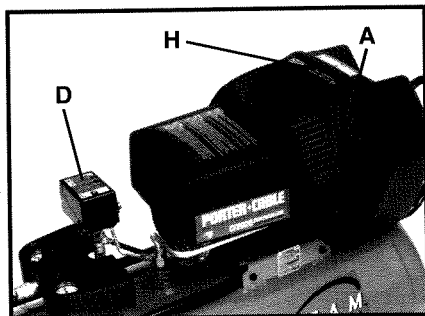

Fig. 1
**Pompe du compresseur d'air (A) Fig. 1 :** Pour comprimer l'air, les pistons montent et descendent dans les cylindres. À la descente, de l'air est aspiré par les soupapes d'admission. Les soupapes d'échappement restent fermées. Quand le piston remonte, l'air est comprimé. Les soupapes d'admission se ferment et l'air comprimé est expulsé par les soupapes d'échappement.
**Manostat (D) Fig. 1 :** Le manostat met automatiquement le moteur en marche lorsque la pression du réservoir chute sous la pression d'« enclenchement » établie en usine. Il arrête le moteur lorsque la pression du réservoir d'air atteint la pression de « déclenchement » établie en usine.
**Filtre d'admission d'air (H) Fig. 1 :** Le filtre est conçu pour purifier l'air entrant dans la pompe. Il doit toujours rester propre et exempt d'obstructions. Dévissez les deux vis de retenue du couvercle en sens anti-horaire pour le retirer et exposer l'élément filtrant.
2. Inspectez le filtre d'admission d'air (H) Fig. 1. Nettoyez ou remplacez au besoin.